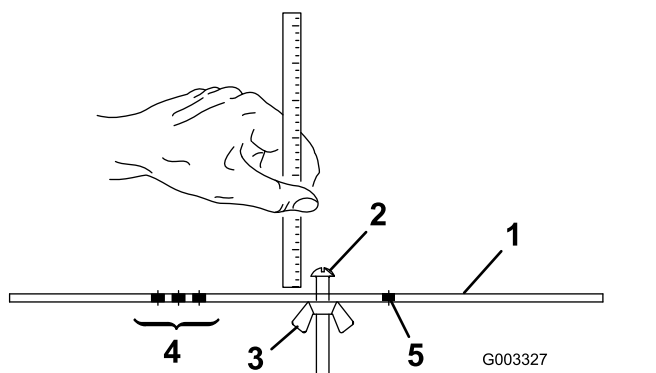

図 16
2. ゲージバー 図 16 のナットを緩め、調整ボルトで希望の刈高さに設定する。